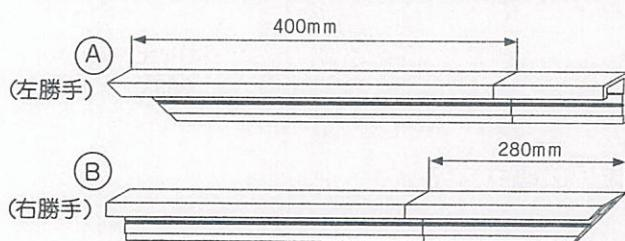

図12-1-1
①2種類の見切り部材を所定の長さにカットしてください。(図12-1-1)